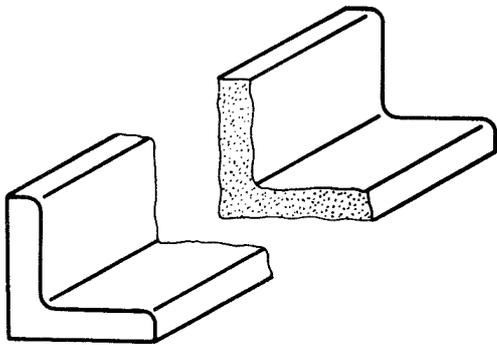

图 13
2.5 表示零件中间折断或局部断裂时,断裂处的边界线应画波浪线,并在可见断裂面内加画细点以代替剖面线(图 13、14)。